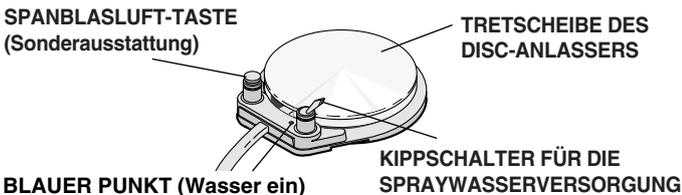

Bild 3. Disc-Anlasser
Der Disc-Anlasser besitzt einen Kippschalter für die Spraywasserversorgung und kann als Sonderausstattung mit einer Spanblasluft-Taste ausgestattet sein (siehe Bild 3).
3. Schalten Sie den Kippschalter für die Spraywasserversorgung auf dem Disc-Anlasser (siehe Bild 3 auf Seite 3) aus (weg vom blauen Punkt).
3. Schalten Sie den Kippschalter für die Spraywasserversorgung am Disc-Anlasser (siehe Bild 3 auf Seite 3) ein zum blauen Punkt hin.